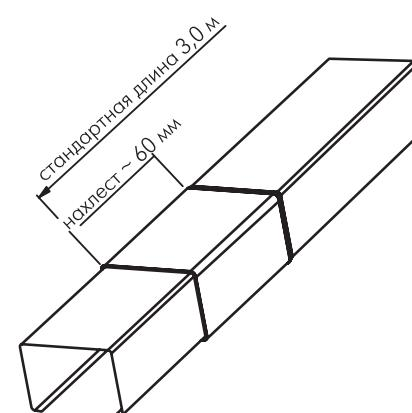

Рис. 4.5: RHEINZINK® – колпак, стык профилей с расширением
- Готовый колпак для монтажа, механически спрофилированный с расширением 8 мм для точного соединения внахлест (см. рис. 4.5.)
Планка из оцинкованной стали, колпак для завершения конька, колпак для завершения свеса кровли и фасада, колпак, стандартная длина 3,0 м с расширением или пасом длиной 8 см (см. рис. 4.5)